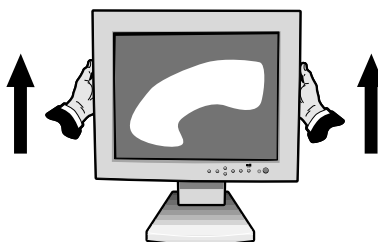

Figura R.1
Para elevar la pantalla, coloque las manos en cada lado del monitor y elévelo (Figura R.1).
2. Coloque las manos en cada lado de la pantalla del monitor y elévelo hasta alcanzar la altura máxima (Figura R.1).